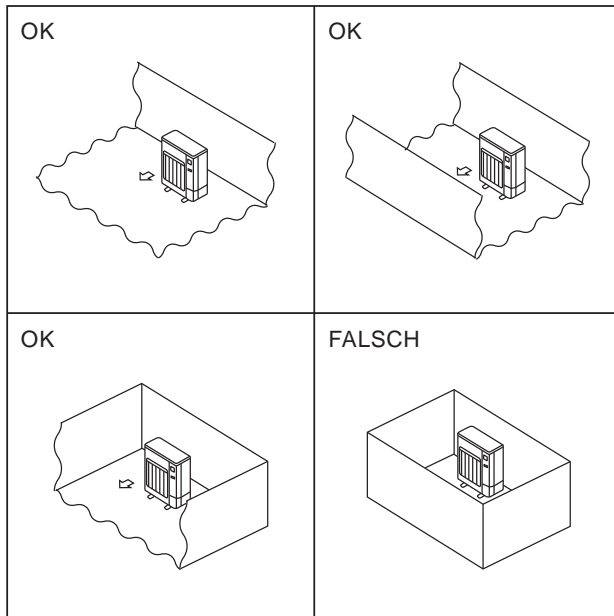

Fig. 2-1
- © Installieren Sie Außenanlagen an einem Ort, an dem wenigstens eine der vier Seiten offen ist, und in einem ausreichend großen Raum ohne Senken. (Fig. 2-1)